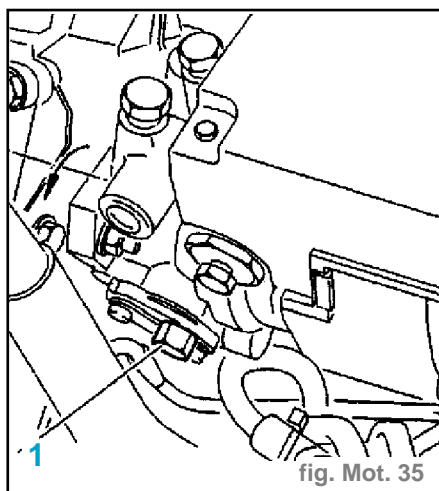
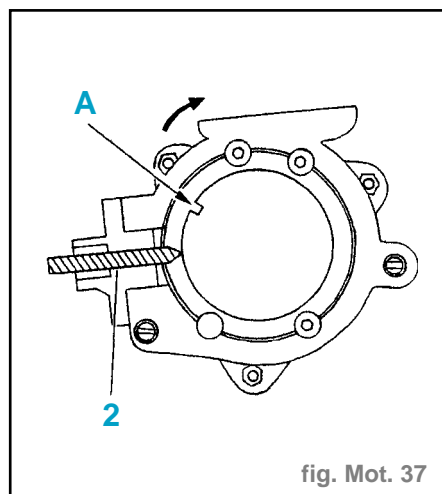

fig. Mot. 35
fig. Mot. 37
- Déposer le bouchon (1) de l'orifice de calage (fig. Mot. 35).
- Tourner la pompe vers l'intérieur du moteur ; exercer une pression sur l'outil (2) jusqu'à enfoncement de celui-ci dans la gorge (A) (fig. Mot. 37).
- Déposer l'outil (2) du trou de calage.
- Reposer le bouchon (1) fig. Mot. 35).
**Attention :** Manoeuvrer le vilebrequin avec précaution, de manière à ne pas détériorer la pige (2).
- Tourner doucement le vilebrequin jusqu'à l'engagement de la pige (2) dans sa rainure (A) (fig. Mot. 37).